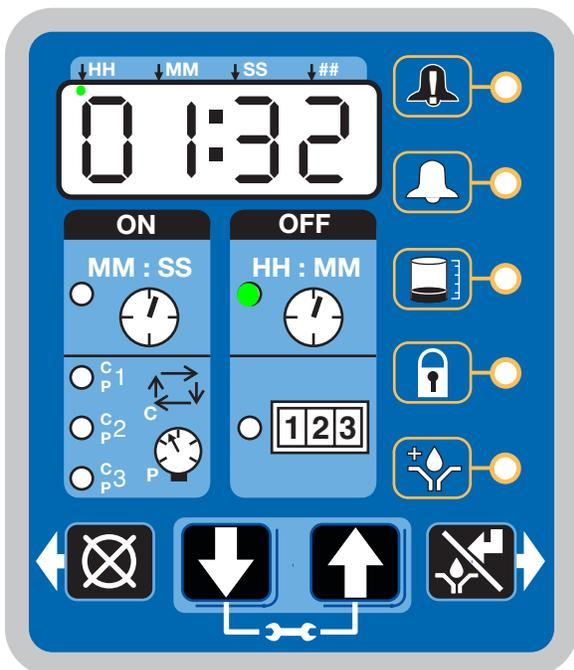

図 41
設定が完了したら、G3 は自動的にオフ時間シーケンスの作動を開始します。(図 41)
- 図 41 に示された例は、循環サイクルがスタートする前の 1 時間 32 分のオフ時間を示しています。
- オン時間カウントがゼロに達すると、ポンプが再び停止し、システムは再びオフ時間サイクルを作動し、オフ時間 LED がここで再び点灯します(図 41)。